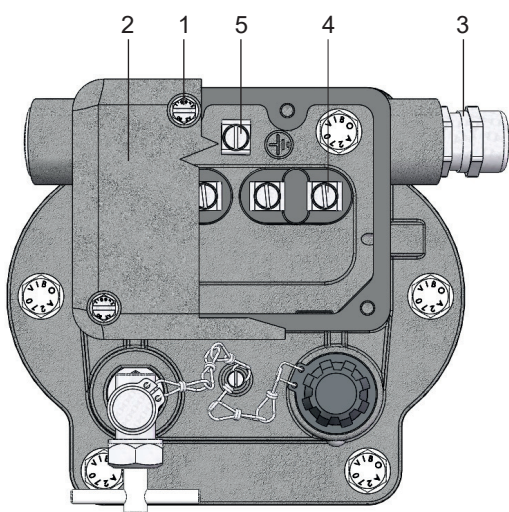

图 6 - 电力连接
- 拧下螺栓（图6中1）
- 取下盖板（图6中2）
- 电缆通过缆线螺栓连接处（图6中3）引入
- 电缆在接线柱（图6/4）上连接（最大起动力矩为 3 Nm ）
- 拧紧螺栓（图6中1）（最大起动力矩为 3 Nm ）
接地安全引线（绿-黄色绝缘线）与接地端子（图6中5）连接，（最大起动力矩为 3 Nm ）。